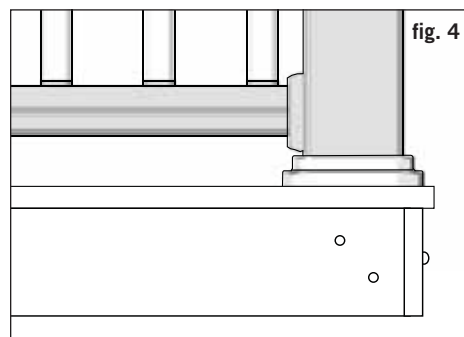

fig. 4
Étape 3 : Mettez le poteau de rampe en place et ajustez-le en vous servant du niveau, puis fixez le poteau au côté intérieur de la solive avec un serre-joint. Vérifiez de nouveau si le poteau est d'aplomb. Le poteau de rampe de 10,2 cm x 10,2 cm (4 po x 4 po) devrait être boulonné au côté intérieur de la solive à l'aide de deux boulons mécaniques galvanisés de ½ po x 6 po. Les poteaux de coin nécessitent un troisième boulon mécanique fixé à la solive adjacente (Figure 4).
Étape 5 : Coupez les enveloppes de poteau de 10,2 cm x 10,2 cm (4 po x 4 po) à la longueur appropriée. La longueur des enveloppes de poteau devrait dépasser celle de la rampe de 3,8 cm (1 ½ po) (Figure 4). Par exemple, dans le cas d'une rampe d'une hauteur de 91,4 cm (36 po), l'enveloppe devrait être d'une longueur minimale de 95,3 cm (37 ½ po). Faites glisser une enveloppe de poteau coupée sur chaque poteau de rampe de 10,2 cm x 10,2 cm (4 po x 4 po). L'enveloppe devrait passer facilement sur le poteau. NE TENTEZ PAS de la passer de force sur le poteau. Les poteaux voilés ou tordus doivent être remplacés. Faites glisser une garniture de base de poteau sur chaque enveloppe de poteau.
Paso 3: Coloque el poste del riel, ubíquelo con la plomada y el nivel, y sujételo a la cara interna de la vigueta. Vuelva a ubicar con la plomada. El poste de la barandilla de 4x4 debe estar atornillado al interior de la vigueta con dos pernos hexagonales galvanizados de 1/2"x6". Los postes de esquina utilizan un tercer perno hexagonal insertado a través de la vigueta adyacente (fig. 4).
Paso 5: Recorte los revestimientos para postes de 4x4 a la longitud necesaria. Los revestimientos para postes deben ser 1-1/2" más largos como mínimo que la altura de la barandilla (fig. 4). Ejemplo: para una barandilla de 36" de alto, recorte el revestimiento para postes a un mínimo de 37-1/2" (si desea, lo puede dejar más largo). Deslice un revestimiento para postes recortado en cada poste de la barandilla de 4x4. El revestimiento para postes debe deslizarse fácilmente sobre el poste. NO FUERCE el revestimiento sobre el poste. Las barandillas de 4x4 torcidas o dobladas deben reemplazarse. Deslice un reborde para la base del poste sobre cada revestimiento para postes.